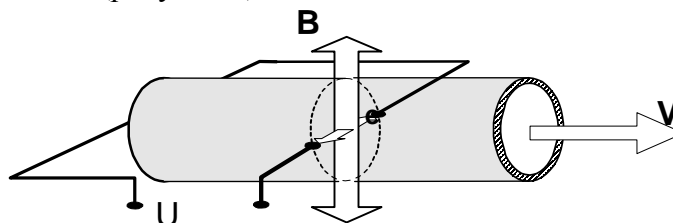

Рисунок 1
1.1.5.1 Принцип работы расходомеров основан на явлении электромагнитной индукции. При прохождении электропроводящей жидкости через магнитное поле с магнитной индукцией B , в ней, как в движущемся проводнике, наводится ЭДС e , пропорциональная скорости жидкости V (рисунок 1).